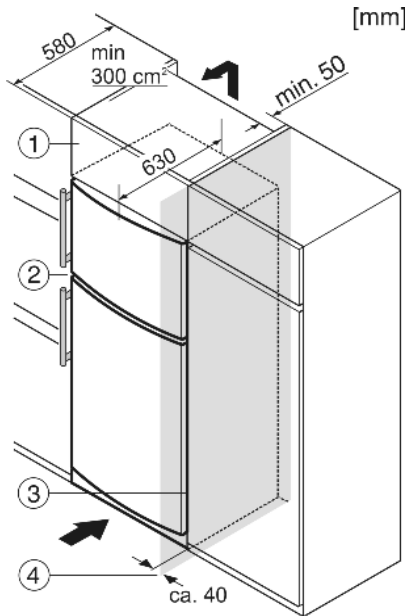

Fig. 6
- (1) Дополнительный шкафчик
(2) Устройство
(3) Кухонный шкаф
(4) Стенка
Устройство может быть окружено предметами кухонной обстановки. Чтобы уравнять устройство Fig. 6 (2) по высоте с кухонной стенкой, можно установить над устройством соответствующий дополнительный шкафчик Fig. 6 (1).
При комбинировании с обычными кухонными шкафами (глубина макс. 580 мм) устройство можно установить непосредственно рядом с кухонным шкафом Fig. 6 (3). Дверь устройства выступает по сторонам на 34 мм и по центру устройства на 50 мм относительно передней стенки кухонного шкафа. Поэтому ее можно свободно открывать и закрывать.
Если устройство установлено на шарнирах у стены Fig. 6 (4), то расстояние между устройством и стеной должно быть не менее 40 мм. Настолько выступает ручка при открытой дверце.